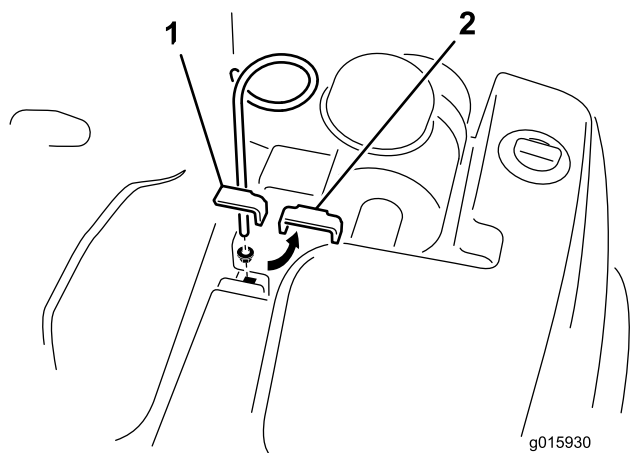

Figura 13
1. Rimuovete il bullone, la rondella e il dado che fissano la graffa superiore del serbatoio idraulico al telaio (Figura 13). Rimuovete e scartate la graffa, il bullone, la rondella e il dado.
2. Montate la guida dei flessibili con il dado flangiato fornito. Posizionate la guida dei flessibili come illustrato in Figura 13.